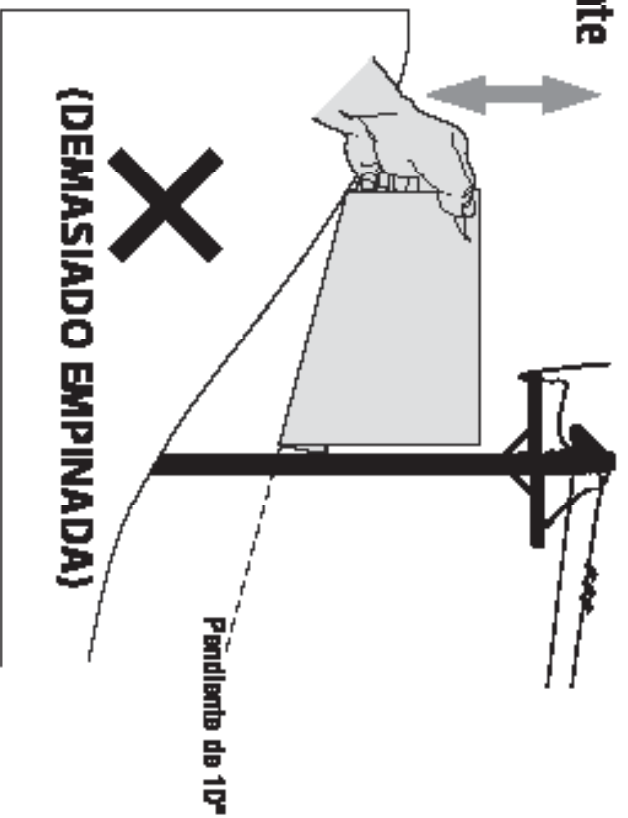

Figura 2
5. Si hay una separación del borde del nivel desde la pendiente en dirección completa, puede pensar que es arriesgado (ver la Figura 2 anterior).